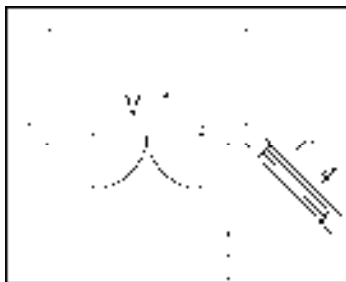

图 13-50 绘制台阶
- 3) 根据命令行的提示，分别指定台阶的起点和终点，绘制台阶的结果如图 13-50 所示。